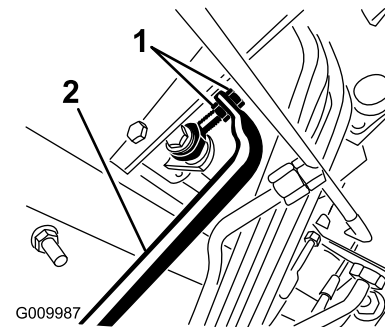

Figura 99
5. Ajuste las contratueras del extremo de la varilla de la bomba para desplazar el tubo de control de la bomba hacia adelante, para eliminar el movimiento de la máquina hacia adelante, o hacia atrás, para eliminar el movimiento hacia atrás (Figura 99).